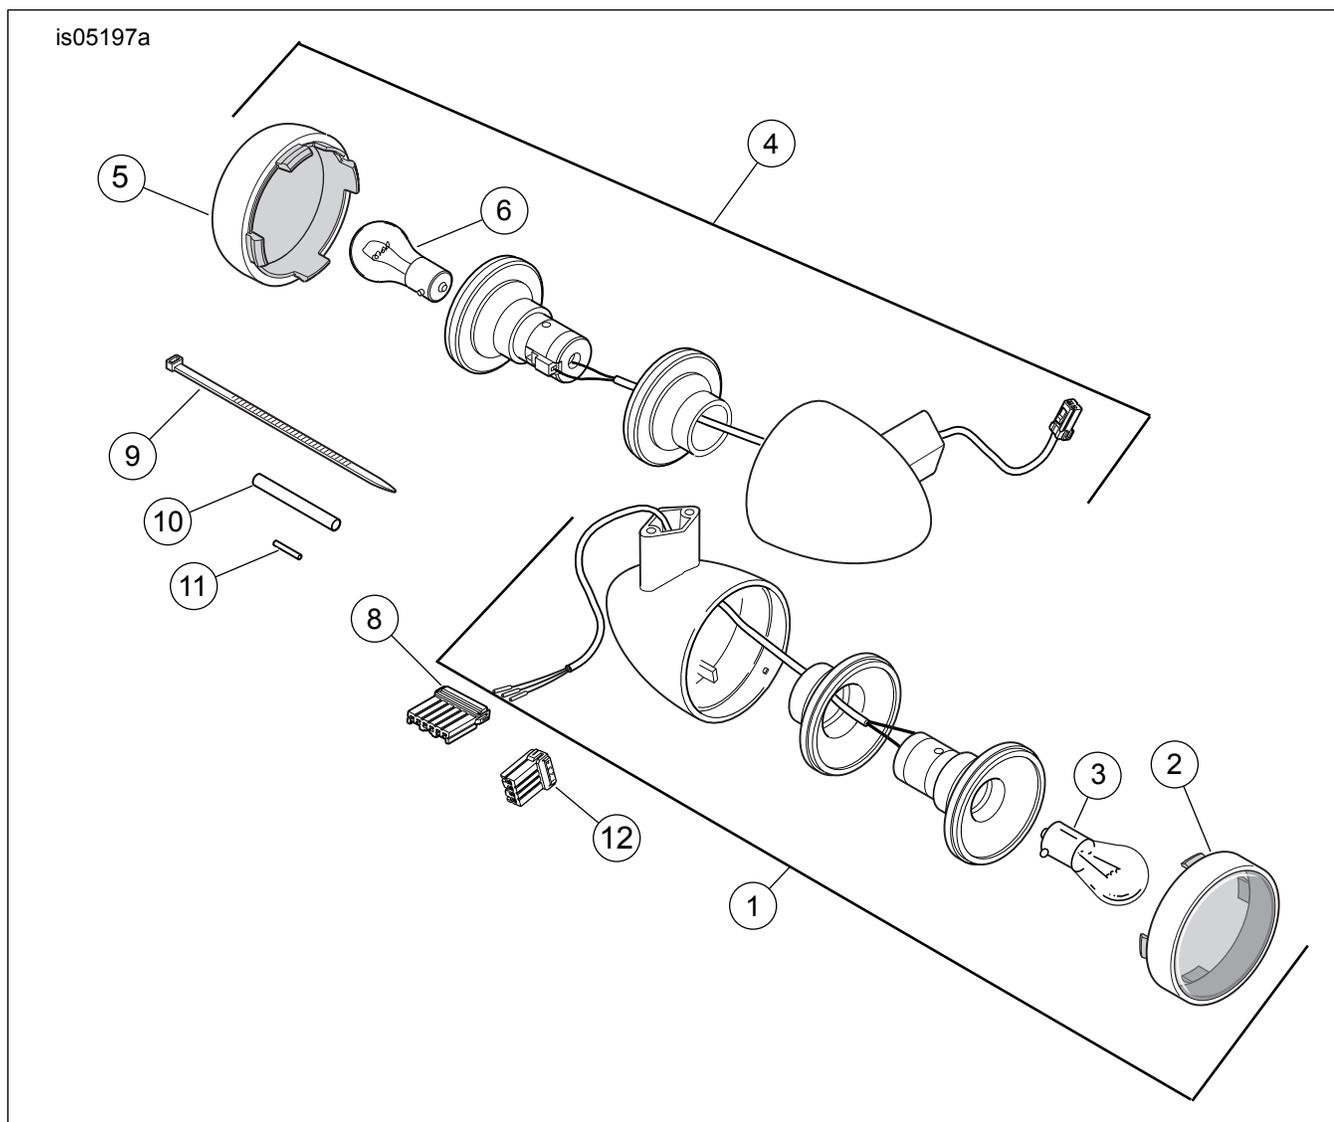

Figure 1. Pièces détachées : kit de support d'appui-pied de passager
Voir Figure 1 et Tableau 1.
1. Voir Figure 1. Installer l'attache de support (7) d'appui-pied sur le côté gauche du cadre en utilisant la vis (1). Serrer à un couple de 47,4–61 N·m (35–45 ft-lbs).
2. Installer le support d'appui-pied (6) sur l'attache avec la vis (2). Aligner le support à un angle de 10 à 15 degrés de la verticale vers l'arrière du cadre et serrer à un couple de 47,4–61 N·m (35–45 ft-lbs).
3. Installer l'appui-pied (A) sur le support avec la rondelle à ressort (5) (côté plat orienté vers le support), et introduire l'axe de chape dans le support et l'appui-pied et attacher l'anneau de retenue à l'axe.
4. Répéter les étapes 2 et 3 pour l'installation de l'appui-pied de droite sur l'attache de support de silencieux comme indiqué sur la Figure 1.